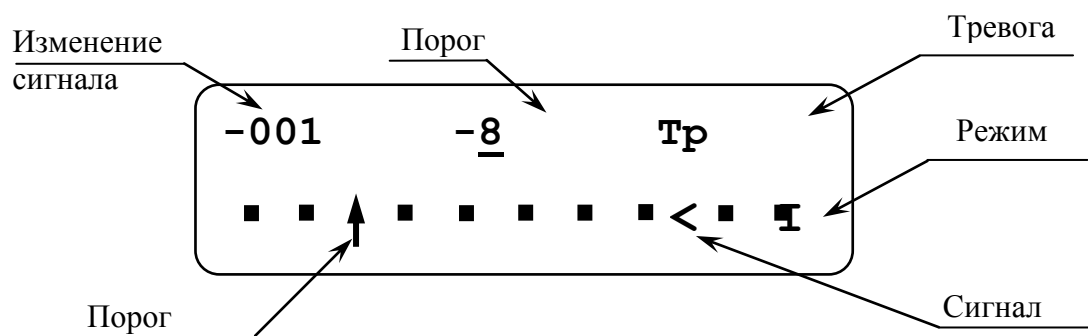

Рисунок 4
- *Режим установки порога* имеет восемь вариантов значений порога в децибелах, сопровождаемых сообщениями: «-10», «-9», «-8», «-7», «-6», «-5», «-4», «-3». В данный режим можно войти длительно (на время более 3 с) нажав кнопку «◀» или «▶», находясь в режиме юстировки. Изменение уровня порога производится с одновременным контролем величины изменения сигнала относительно среднего значения уровня сигнала, режима использования датчика и тревог (см. рисунок 4).